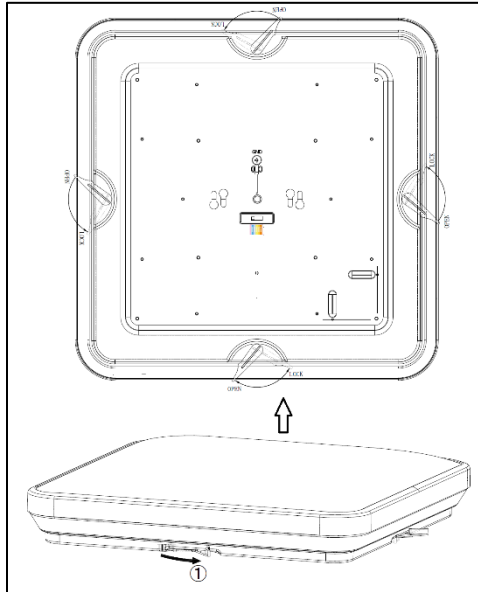

Figura 4
5. Desde una superficie plana, retire el difusor (4) girando los 4 clips (7) a la posición ABIERTA, luego retire el difusor del conjunto de la carcasa (2) levantándolo hacia arriba. (Ver Figura 4)